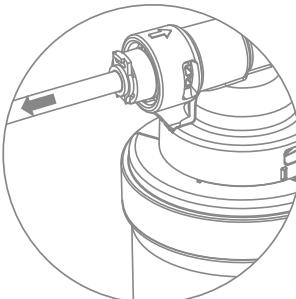

Рис. 10
- Потяните трубы для проверки соединений (рис. 10).